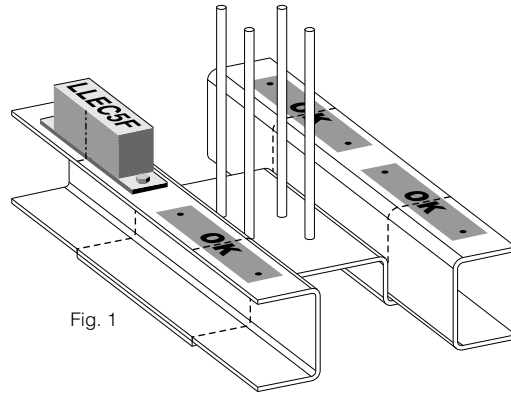
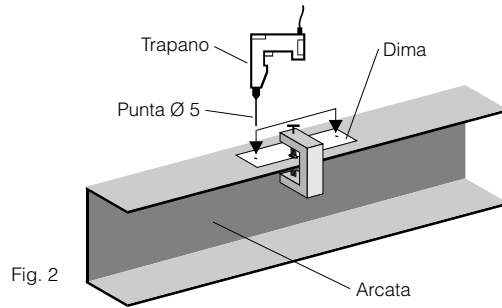

Fig. 1
Fig. 2
Prima di iniziare l'installazione rimuovere la protezione del LLEC5F (figura sotto). Una volta terminata l'installazione rimettere la protezione. Il LLEC5F deve essere montato sulla parte superiore dell'arcata, in corrispondenza della linea (in Fig.1 è la linea tratteggiata) che separa la zona di contatto della piastra funi dal resto dell'arcata (Fig.1).
1. Con un morsetto, fissare la dima di foratura fornita (Fig.2) nella posizione indicata in Fig.1.
2. In corrispondenza dei fori della dima forare con un trapano dotato di punta di diametro 5 mm (Fig.2).